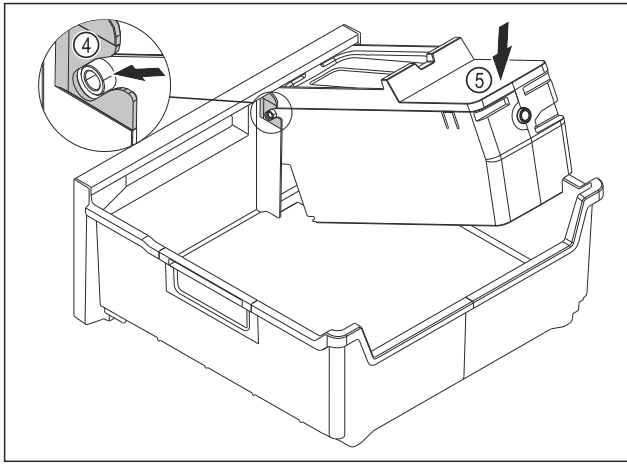

Fig. 216
- Montáž korpusu EasyTwist-Ice: Osy korpusu EasyTwist-Ice zasuněte do vedení Fig. 216 (4).
- Stlačte korpus EasyTwist-Ice Fig. 216 (5) vzadu dolů.